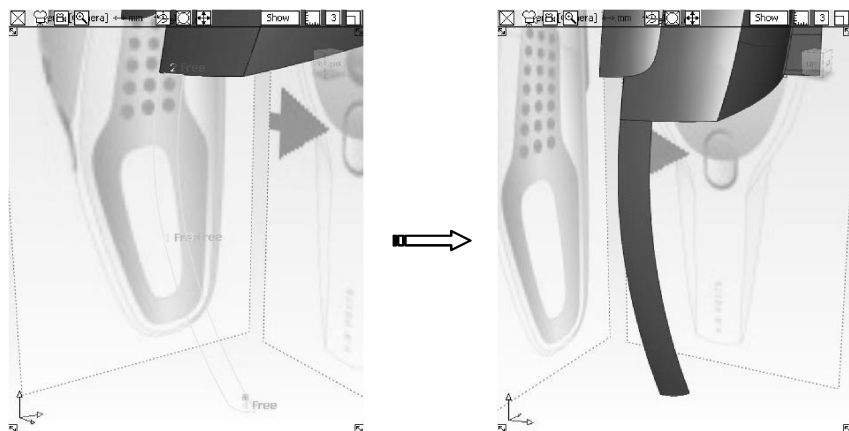

图 9-18 以四条曲线创建曲面
- 20 选择【Square】工具，以刚刚创建的四条曲线创建一个曲面，如图 9-18 所示。